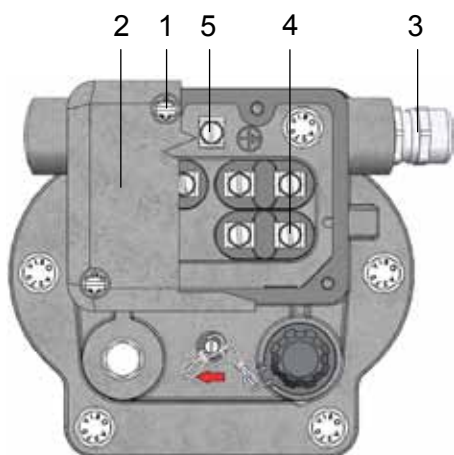

Рис. 5 - Электрическое соединение
- Отвинтить 4 винта М5 (Рис. 5/ № 1)
- Снять колпак (Рис. 5/ № 2)
- Ввести провод через кабельную арматуру (Рис. 5/ № 3)
- Присоединить провод зажимными винтами (Рис. 5/ № 4)